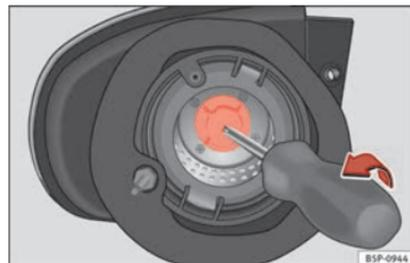

Fig. 187 Indicatore di direzione
- Estrarre il portalampade dell'indicatore di direzione con l'aiuto di un cacciavite seguendo il senso della freccia » **fig. 187**